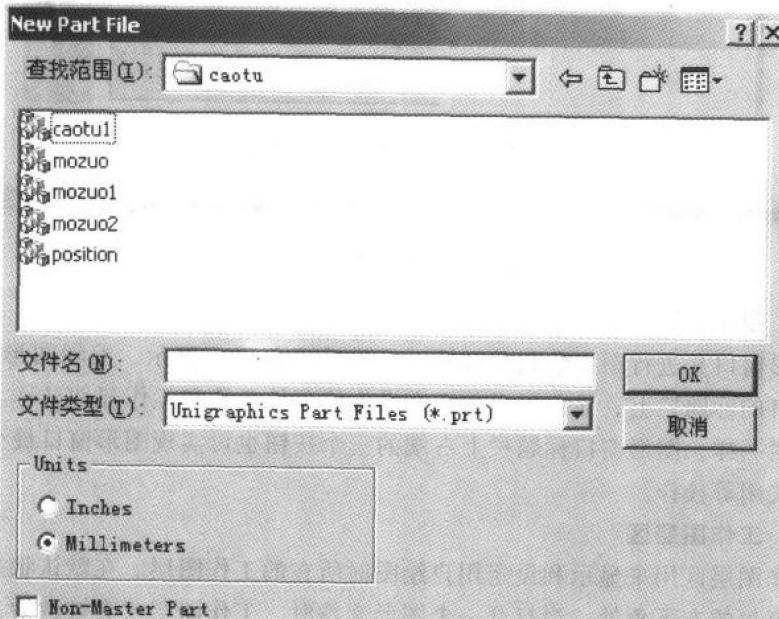

图 1-5 新建文件对话框
- 1) 选择 File→New，或者选择新建图标 ，弹出如图 1-5 所示的对话框。